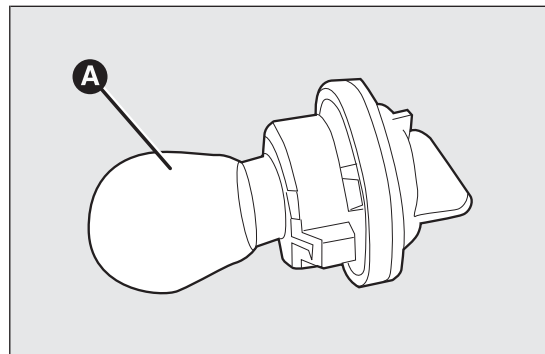

fig. 137
- ☐ extraer la lámpara A fig. 137 y sustituirla;